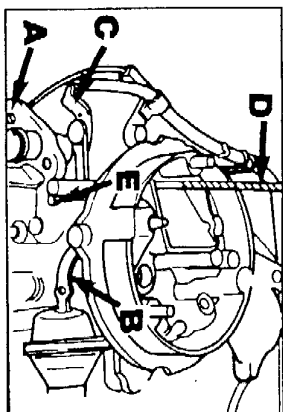

Рис. 4 Зазор воздушной заслонки
- а) Вытяните орган управления воздушной заслонкой так, чтобы полностью закрыть воздушную заслонку - убедитесь в том, что рычаг воздушной заслонки расположен напротив упора (А, Рис. 4).
- в) Проверьте зазор воздушной заслонки между стеной воздушной заслонки и заслонкой при помощи подходящего концвого калибра или сверла (D).